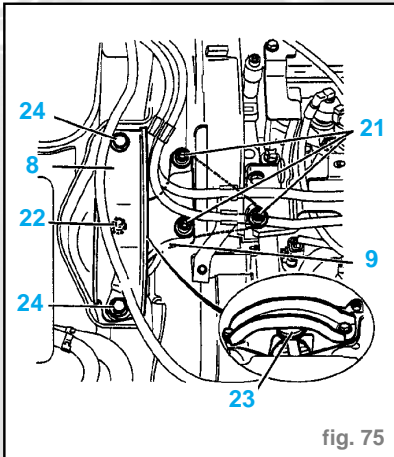

fig. 75
- Reposer le coude (15).
- Serrer les vis (18) à 2.3 m.daN.
- Serrer le raccord (13) à 4.75 m.daN.
- Mettre en place, le raccord (14).
- Reposer le support (12).
- les vis (20) à 2.3 m.daN
- l'écrou (19) à 3 m.daN
- Reposer le support moteur droit (9) (fig. 75).